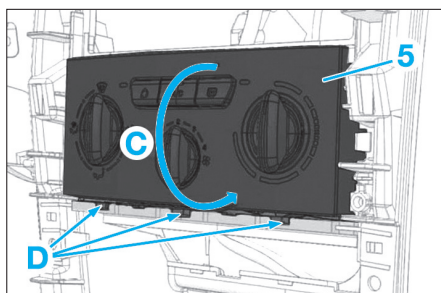

Fig. 8
- Extraire le panneau de commande de climatisation (5) comme illustré en (C), décliper en (D) (Fig.8).